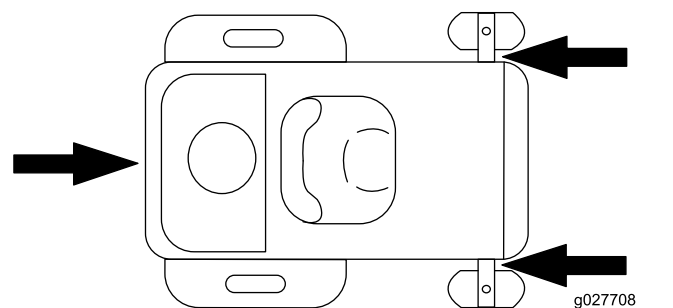

Figura 36
5. Prenda a máquina perto das rodas giratórias frontais e pára-choques traseiro (Figura 36).